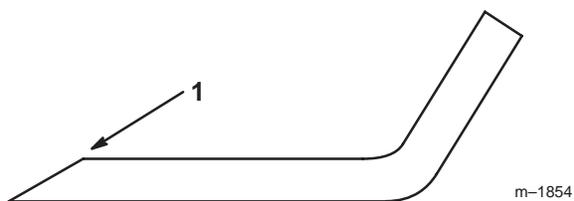

Figure 29
1. Au moyen d'une lime, aiguisiez les tranchants aux deux extrémités de la lame (Fig. 29) en veillant à conserver l'angle de coupe d'origine. Limez la même quantité de métal sur chacun des deux tranchants pour ne pas déséquilibrer la lame.